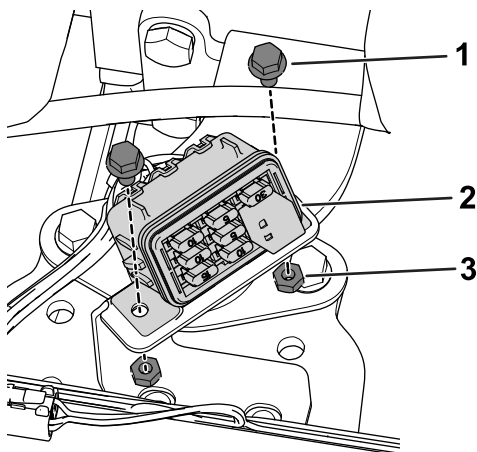

**Bild 15**
2. Befestigen Sie die Sicherungskasten-Befestigung mit zwei Bundbolzen (5/16" x 1") und zwei Bundmuttern (5/16") am Motorbefestigungsrahmen an der rechten Seite der Maschine (Bild 15).